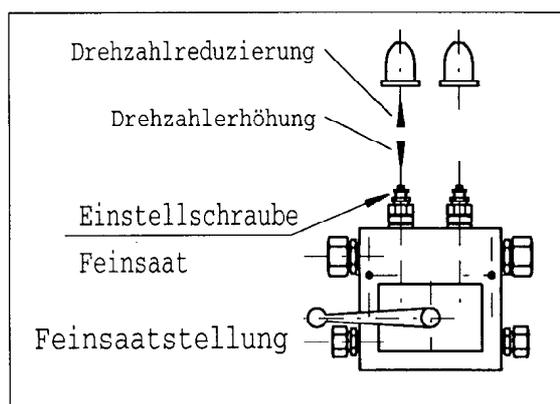

Fig. 3.
1. Verstellhebel am Steuerblock in Feinsaatstellung bringen. Siehe Fig. 3.
3. Die erforderlichen reduzierten Gebläsedrehzahlen sind der Tabelle 1 unter Feinsaat zu entnehmen und analog der Einstellung wie bei Grobsaat vorzunehmen. Siehe Fig. 3.